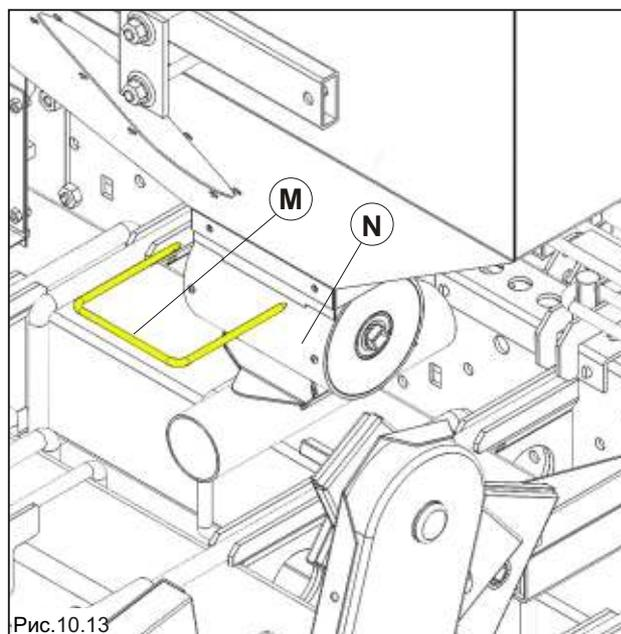

Рис.10.13
- Уберите скобу **M** (с резьбой на обоих концах), придерживая распределитель **N** рукой, чтобы распределитель не упал (рис.10.13);